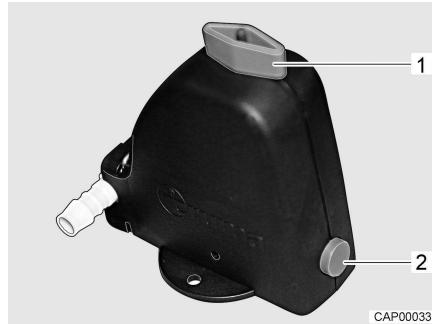
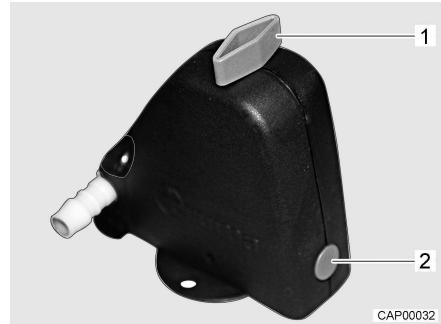

Fig. 97 Valvola di sicurezza/di scarico aperta
Fig. 98 Valvola di sicurezza/di scarico chiusa
- Chiudere la valvola di sicurezza/di scarico. A tal fine ruotare la manopola (Fig. 97,1) trasversalmente rispetto alla valvola di sicurezza/di scarico e premere verso l'interno il bottone automatico (Fig. 97,2). La valvola di sicurezza/di scarico chiusa è rappresentata in Fig. 98.